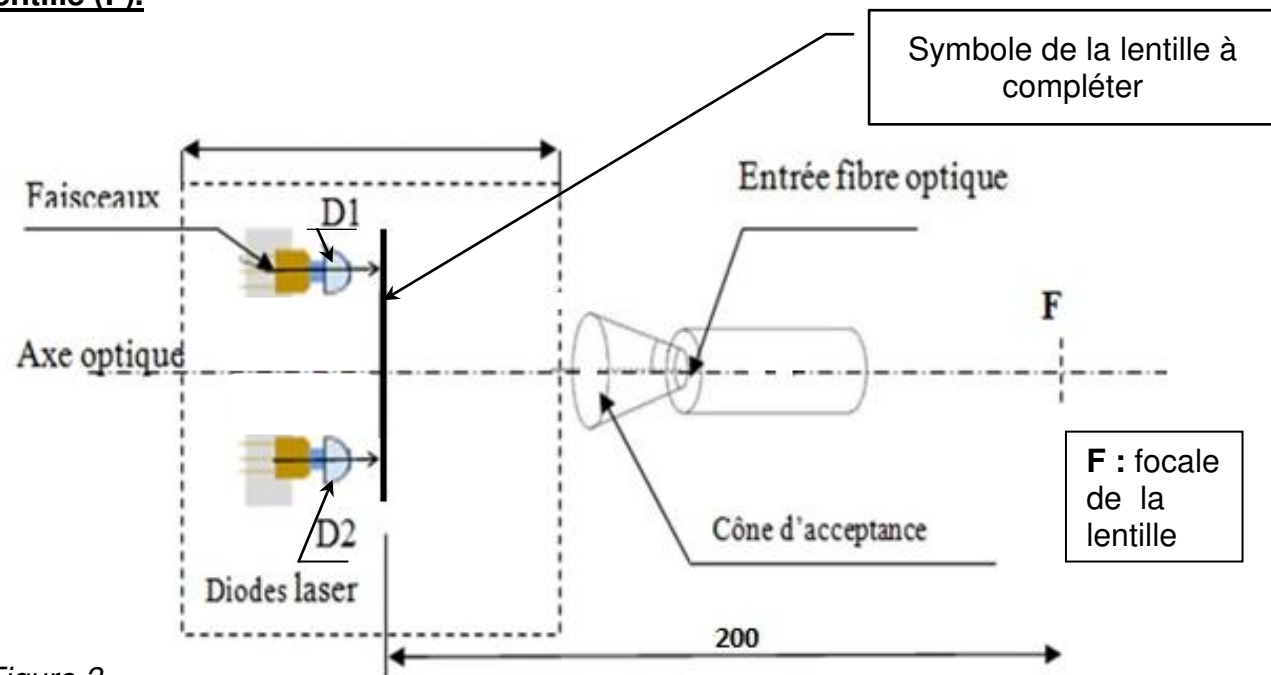

Figure 3
**Question 2 :** Sur la Figure 3, compléter le symbole de la lentille et dessiner le tracé optique en prolongeant les faisceaux des rayons lumineux pour les Diodes D1 et D2 à partir de la focale de la lentille (F).